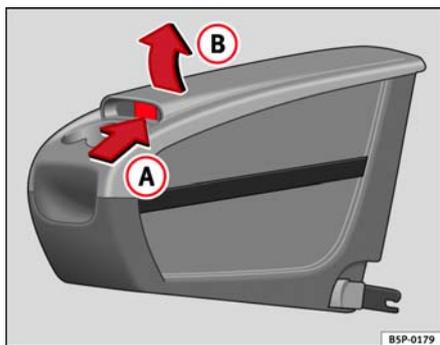

Fig. 112 Portaobjetos móvil. Apertura
- Levante la tapa **(B)**, por la zona **(A)** ⇒ fig. 112.